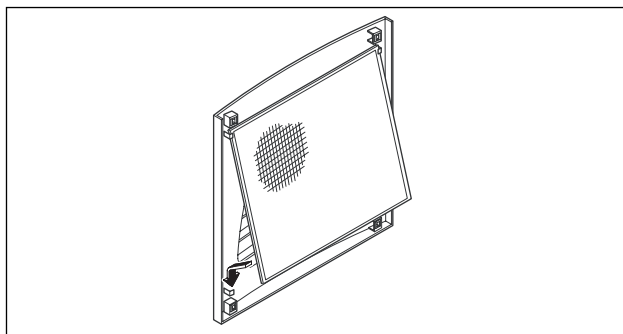

図 34： フィルターマットの取付
- 図 34 のようにフィルターマットをプラスチックルーバーにはめてから、再びユニットに取付けます。